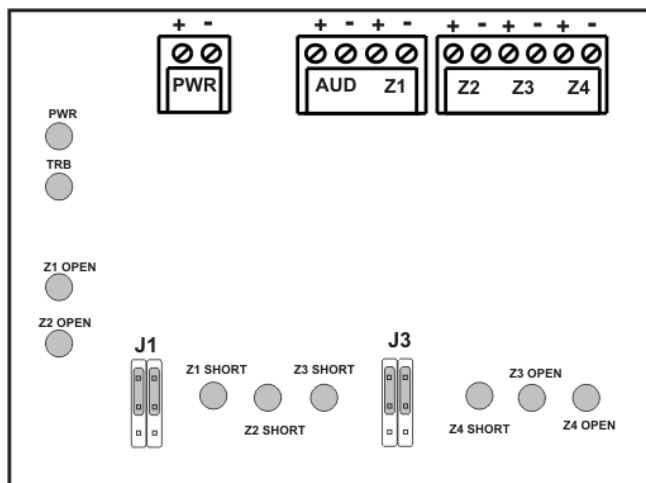

Рис.7.
Светодиодные индикаторы и разъемы показаны на Рис.7.
На Рис.7 показано расположение на печатной плате SP4Z-A/B светодиодных индикаторов неисправностей.
4. Если горит желтый светодиодный индикатор **TRB**, это значит, что в разветвителе SP4Z-A/B обнаружена неисправность. Проверьте состояние 8 желтых светодиодных индикаторов (см. Рис. 7) для того, чтобы определить, какая именно неисправность произошла.